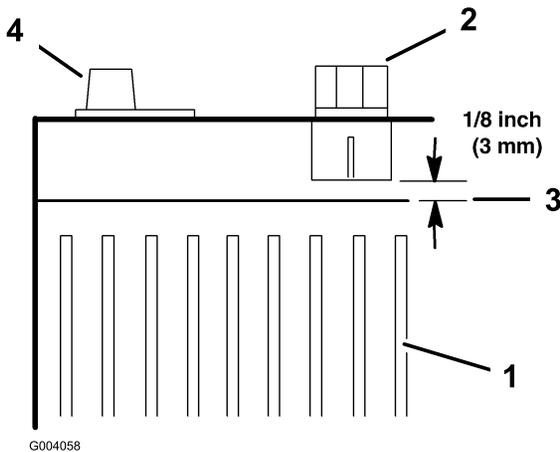

Bild 28
7. Füllen Sie genug destilliertes Wasser ein, sodass die Batteriesäure 3 mm unter der Unterseite jedes Einfüllstutzens reicht (Bild 28).